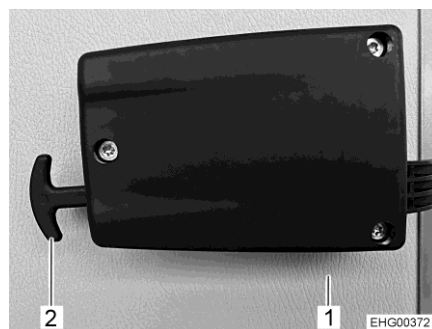

Fig. 45 Dispositif de déverrouillage de secours du portillon de garage
- Tirer sur les deux poignées du dispositif de déverrouillage de secours (Fig. 45,2).
- Pousser le portillon de garage (Fig. 45,1) vers l'extérieur.